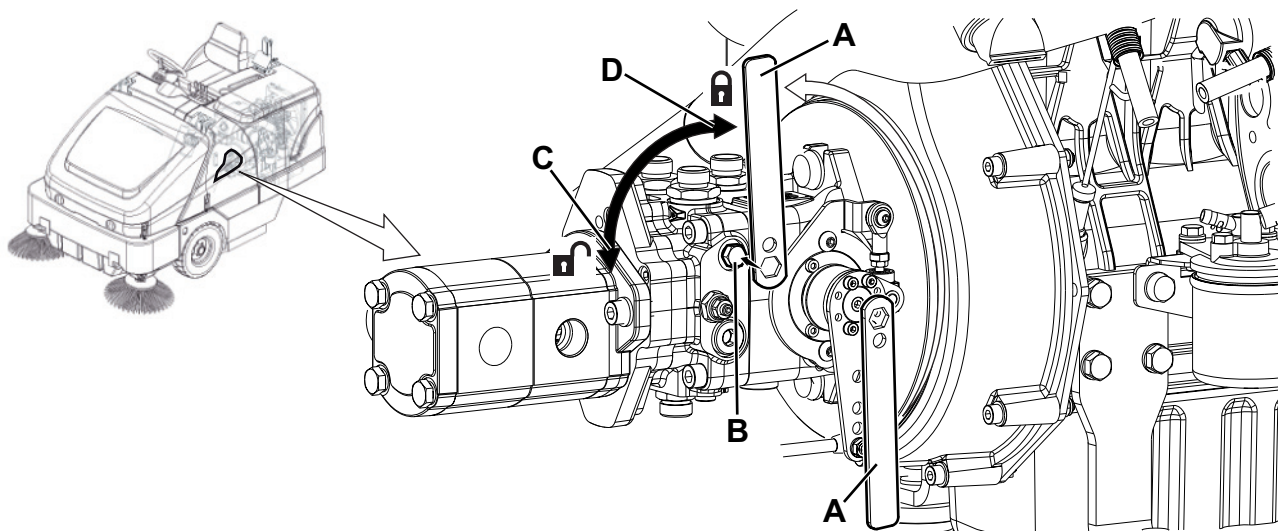

Figure 1
1. Pour rejoindre la vis de déblocage, ouvrir le coffre (1) du compartiment moteur en agissant sur le bouton-poussoir de déblocage (25) et localiser la pompe hydraulique (45) à l'avant du moteur (44).
2. Enlever la clé (A, Fig. 1) sur le levier de la pompe.
3. À l'aide de la clé, tourner la vis à six pans creux (B) d'1/4 de tour dans le sens contraire aux aiguilles d'une montre (C) pour relâcher le blocage hydrostatique entre le moteur et la pompe.